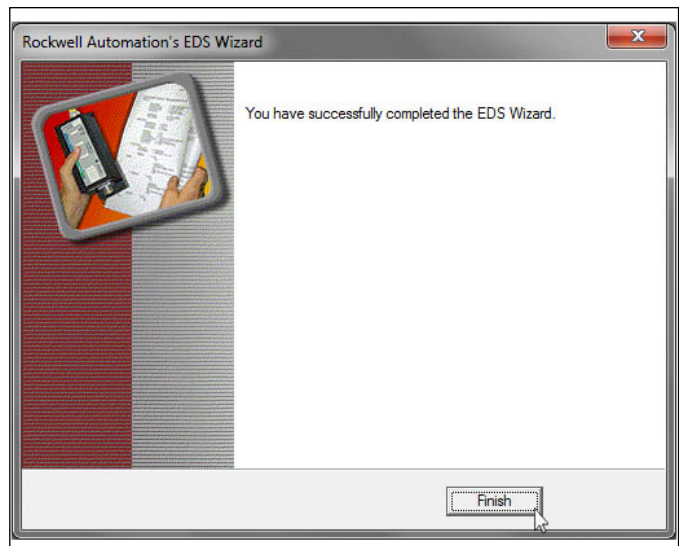

Abb. 114: Installation der EDS-Datei abgeschlossen
8. Klicken Sie im folgenden Fenster auf „Finish“, um die Installation der EDS-Datei abzuschließen (Abb. 114).